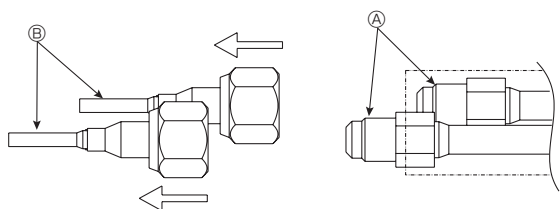
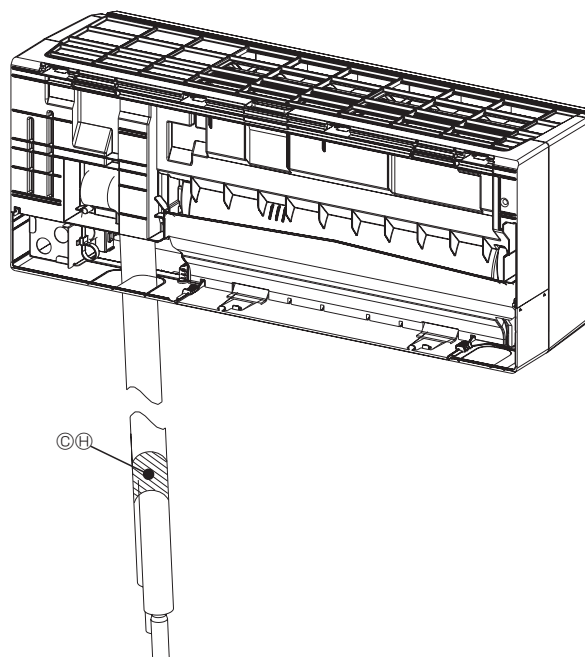

Fig. 3-9
Fig. 3-13
3.3.3. Cómo instalar las tuberías de conexión ⑤ (para el modelo WL04/06/08) (de la Fig. 3-9 a la Fig. 3-13)
- (1) Afloje la tuerca del lado de la tubería en forma de L ⑤ y retire y deseche la tubería ⑦.
- (Entrada y salida de la tubería de agua) (Fig. 3-9)